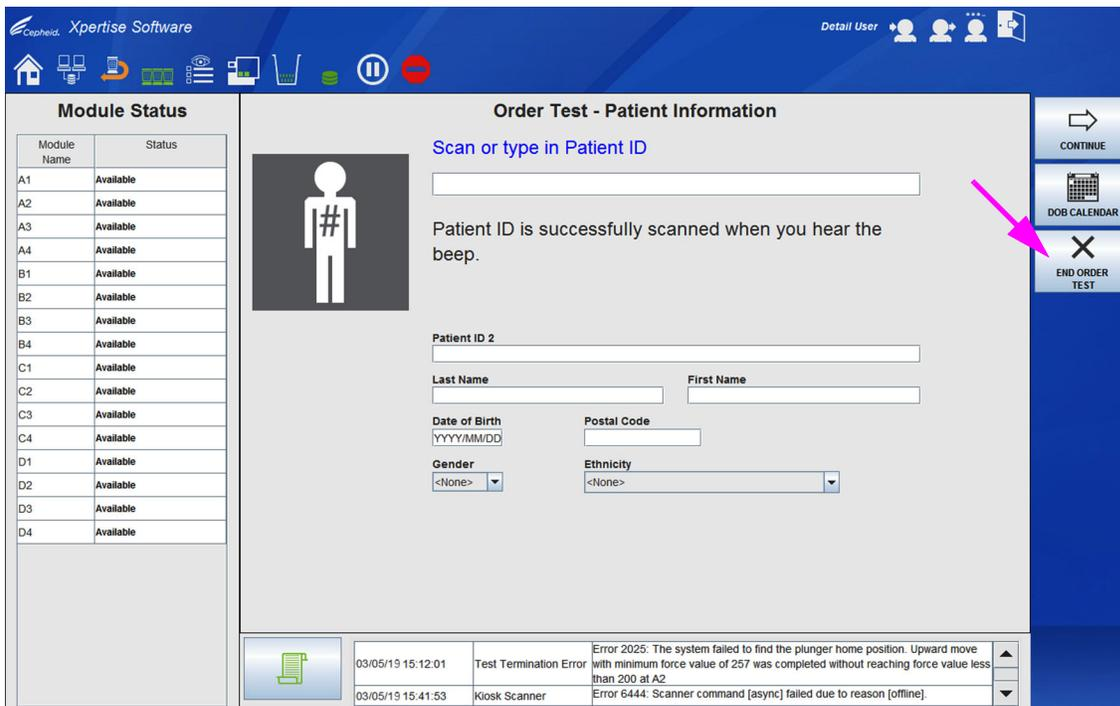

图 5-60. 指令测试 - 患者 ID (Order Test - Patient ID) 工作区
- 如果没有其他测试需要指令, 选择**结束指令测试 (END ORDER TEST)**按钮 (请参见图 5-60)。如果没有在指令测试 - 患者 ID (Order Test - Patient ID) 工作区的任何字段中输入任何信息, 指令测试 (Order Test) 菜单将关闭。
- 选择**否 (NO)** 留在指令测试 (Order Test) 菜单中, 并输入其他测试。